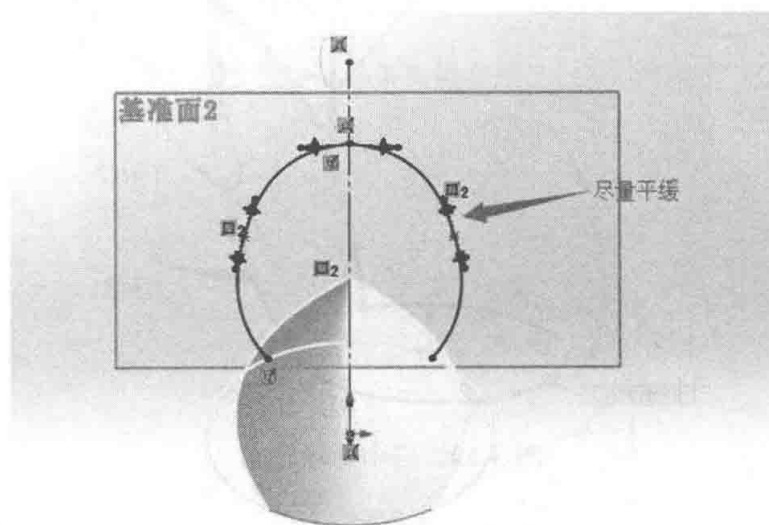

图 3-53 绘制的草图 4
(4) 在新建的基准面 2 绘制样条曲线草图 4，先绘制一半然后镜像实体，如图 3-53 所示。